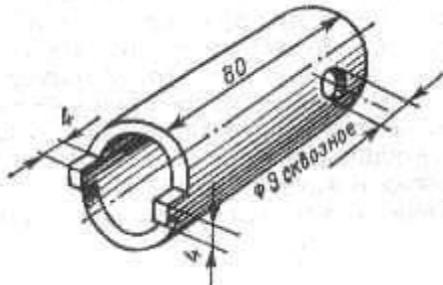

Рис. 79. Ключ для гайки чаши подшипника рулевой колонки
2. Специальным ключом (рис. 79), имеющим внутренний диаметр 26 мм, наружный диаметр 32 мм, отвинтить гайку крышки подшипника и опустить ось рулевой колонки вместе с нижним мостиком вниз.